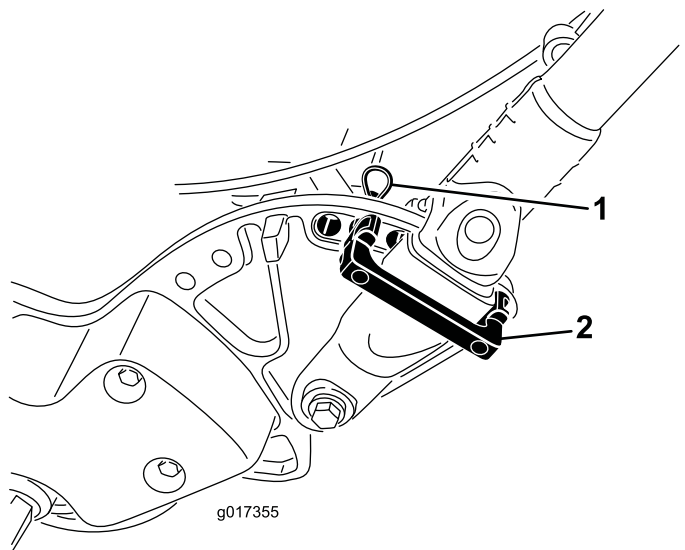

Figura 32
1. Togliete le coppiglie a forcina dai fermi della maniglia su ciascun lato della macchina (Figura 32).
2. Mentre sostenete la maniglia, rimuovete le coppiglie da ciascun lato e ruotate la maniglia alla posizione operativa desiderata (Figura 32).